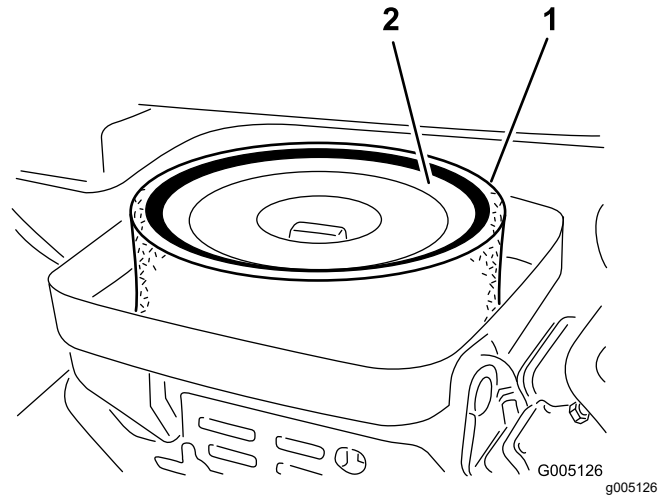

Figura 39
3. Retire la tuerca de orejeta que sujeta los elementos a la carcasa del limpiador de aire (Figura 39).
4. Si el elemento de espuma está sucio, sepárelo del elemento de papel (Figura 39). Límpielo a fondo, de la manera siguiente: